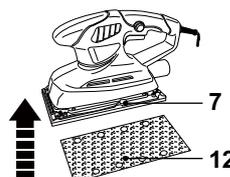

Fig. 1
- > Alignez le modèle de trous du papier à poncer (12) sur celui de la plaque de base (7) avant de fixer le papier à poncer (12) à la plaque pour garantir une extraction de poussière suffisante et un résultat satisfaisant.
- > Appuyez légèrement sur la feuille (12) pour la fixer à la plaque de base (7) (Fig. 1).